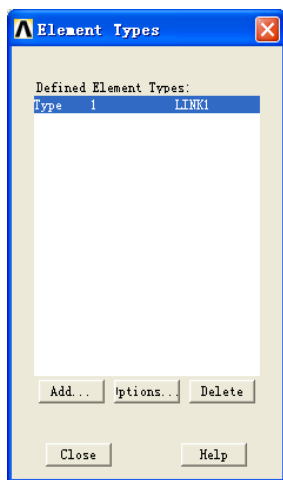

图 2-39 定义好单元类型的“Element Types”对话框
(3) 单击“Element Types”对话框中的“Close”按钮，完成单元类型的添加，如图 2-39 所示会显示出已定义好的单元类型。